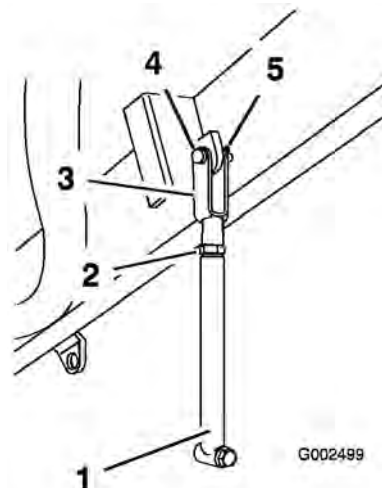

Figura 14
5. Montate il gruppo asta di supporto all'interno del lato posteriore sinistro del telaio della slitta del serbatoio, all'altezza della forcella, usando un perno con testa ed una coppiglia (Figura 14).